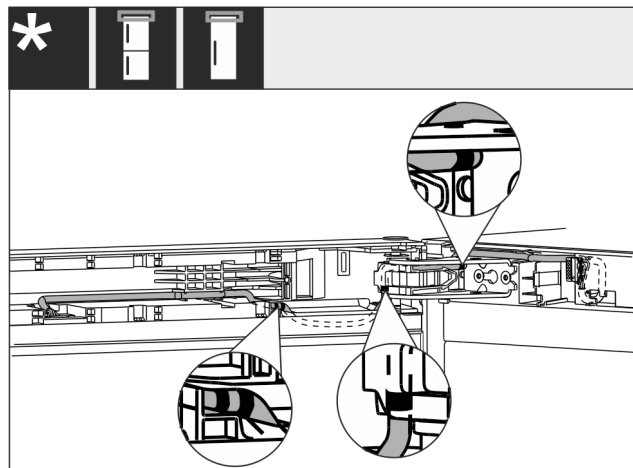

Fig. 59
- Kabel se položi, kot je prikazano na sliki Fig. 59 ().